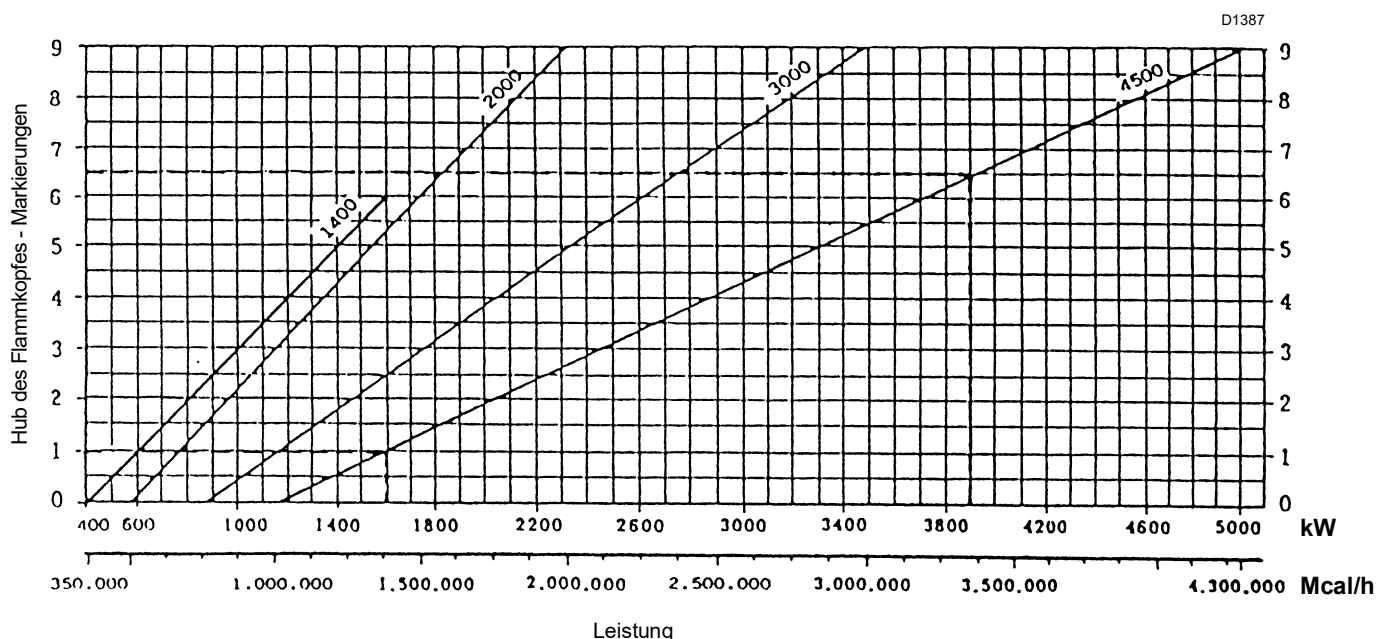

Abb. 17
Um einen anderen Modulierbereich zu erreichen, ist es notwendig, diese Mechanismen neu einzustellen, so dass der Hub des Kopfes gemäß dem nachstehenden Diagramm erfolgt (Abb. 17).
- Wenn die Schwierigkeiten weiterhin vorliegen, den Flammkopf auf dem Mindestwert an den Markierungen 2 ÷ 3 stellen und die Regelung des maximalen Durchsatzes gemäß dem Diagramm (Abb. 17) beibehalten.